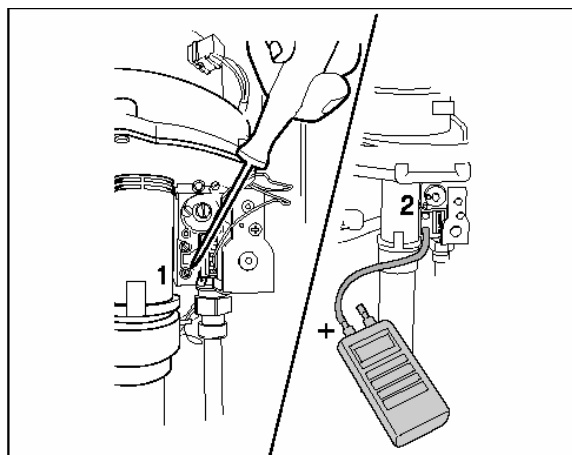

fig. 24 Mätning av gastycket
- Tätningskruven i förtrycksmätning öppnas en aning och sedan ansluts en slang (fig.24).
- Skruven i den nedersta mätnippeln (förtrycksmätnippel) öppnas två varv (fig.24, pos.1).